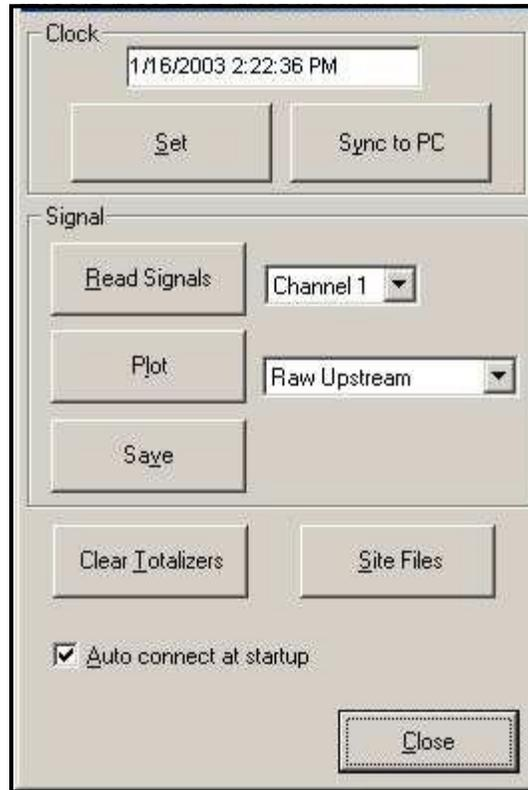

Figura 28: Opções de sinal ativo
1. Clique no botão *Read Signals*. (Se o medidor for um instrumento de vários canais, abra o menu suspenso *Channel* e clique no canal desejado.) Depois de um momento, a janela *Properties* será exibida, similar à Figura 28 a seguir.